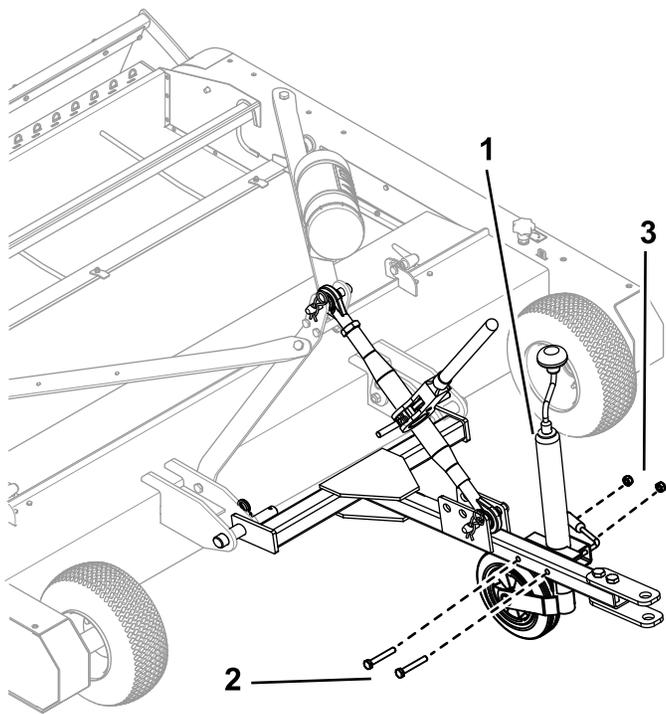

Figura 6
5. Sujete la rueda de remolque a la barra de tiro con 2 pernos (10 mm x 70 mm) y 2 contratuercas (10 mm), como se muestra en la Figura 6.